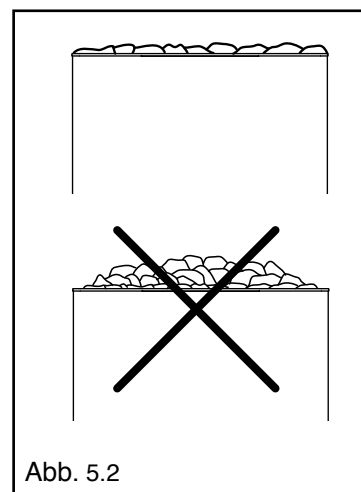

Abb. 5.2
- Schichten Sie die Steine nicht über die Oberfläche des Saunaaofens. Siehe Abbildung 5.2